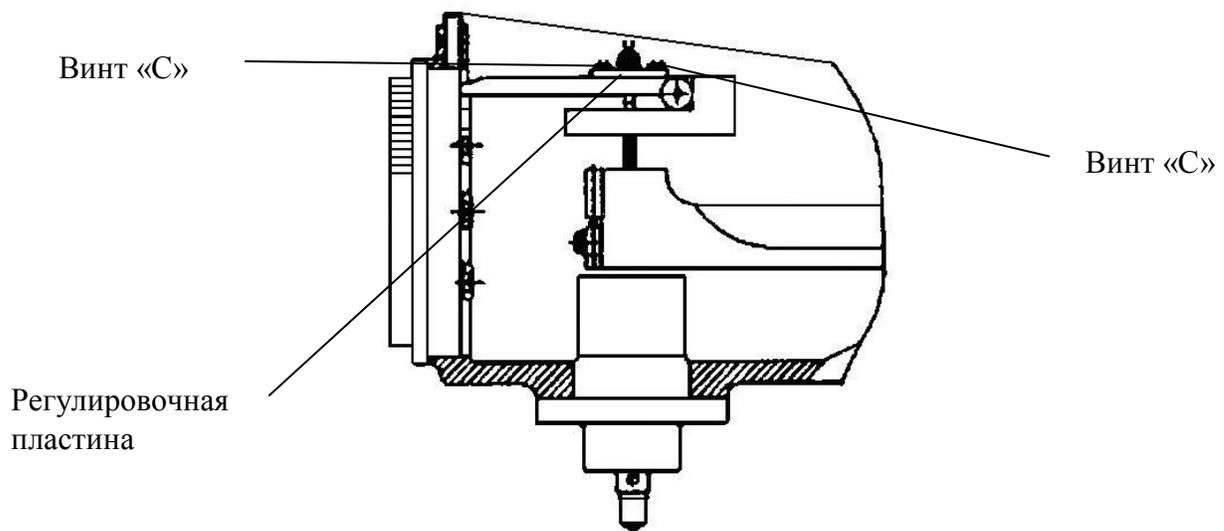

Рисунок 13
- * Проведети испытание материала отдельно, с высокой твердостью и низкой твердостью HRC. Если погрешность показания выходит за пределы на образце с высокой твердостью. Ослабьте два винта "С" (см. рис. 13) на регулировочной пластине и переместите ее на себя, ориентиру, стоя лицом к